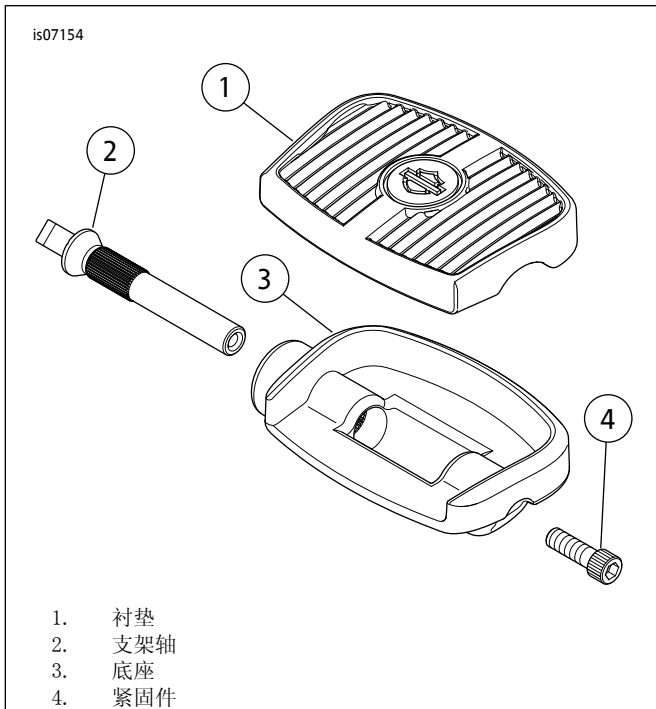

图3。微型脚踏板套件：除50451-09、50501148、50501225之外的所有套件
- 对于除套件50451-09之外的所有套件，参见图3。可提供的维修零件为紧固件(4)94334-91T(镀铬)和12600031(黑色)。
7. 根据舒适度调节脚踏板时：对于除套件50451-09之外的所有套件，参见图3。